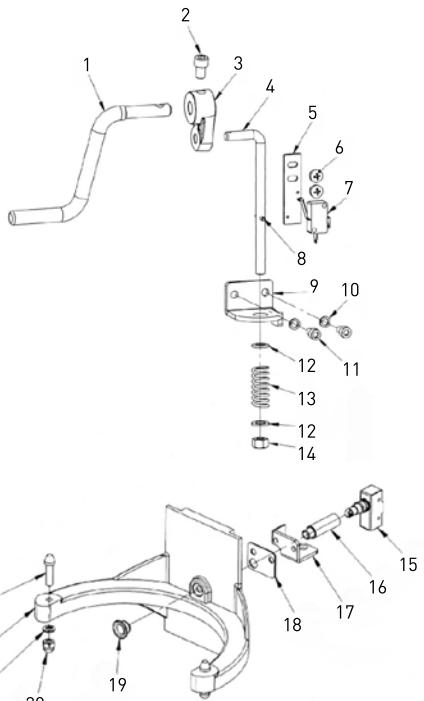

Рис. 3: Узел подъема чаши
- Узел подъема чаши [Рис. 3];
Список деталей устройства, указанных на Рис. 3